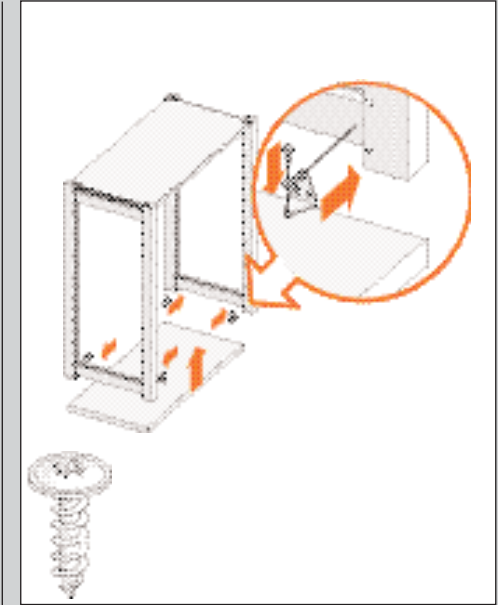

ABBILDUNG 91
3. Befestigen Sie mit vier Wandbefestigungen die Ständer mit den Riegeln am Sockelboden (siehe Abb. 91).